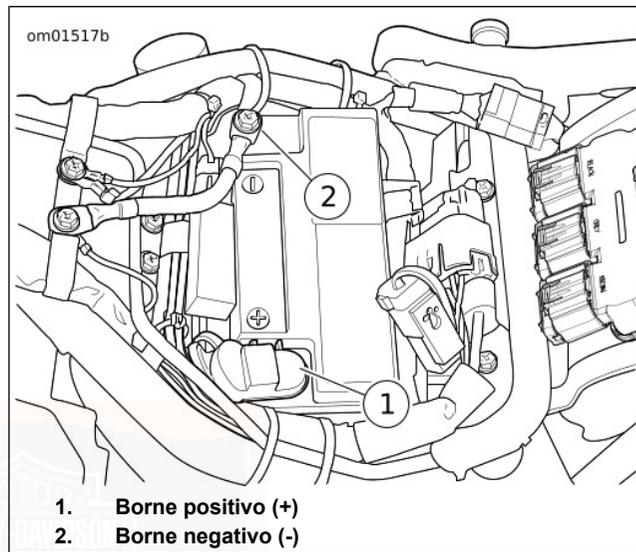

Figura 73. Batería: Modelos Softail
4. Vea Figura 73. Instale la batería. Ajuste el sujetador del borne positivo de la batería a 6,8–8,1 N·m (60–72 in-lbs).
5. Instale el cable negativo de la batería en la conexión a tierra de la estructura de la batería (1), antes de instalar cualquiera de los cables de la conexión a tierra de los accesorios.
6. Instale el cable negativo de la batería (2) a la batería. Ajuste el sujetador del borne negativo de la batería a 6,8–8,1 N·m (60–72 in-lbs).